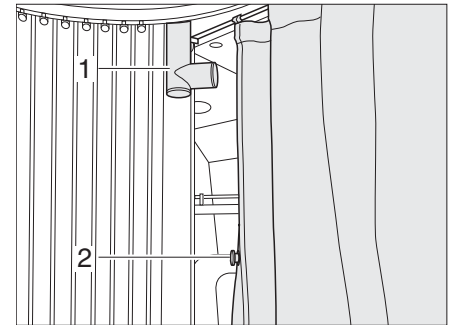

Fig. 131 Fixation du rideau de douche
- Retirer la pomme de douche et l'accrocher dans le support (Figure 131,1).
- Fermer le rideau de douche vers la toilette avec l'aimant (Figure 131,2) ou les boutons-pressions.